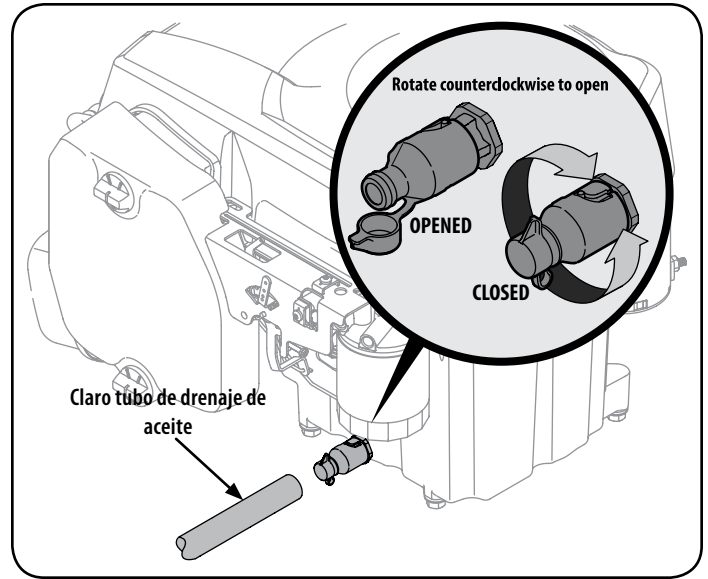
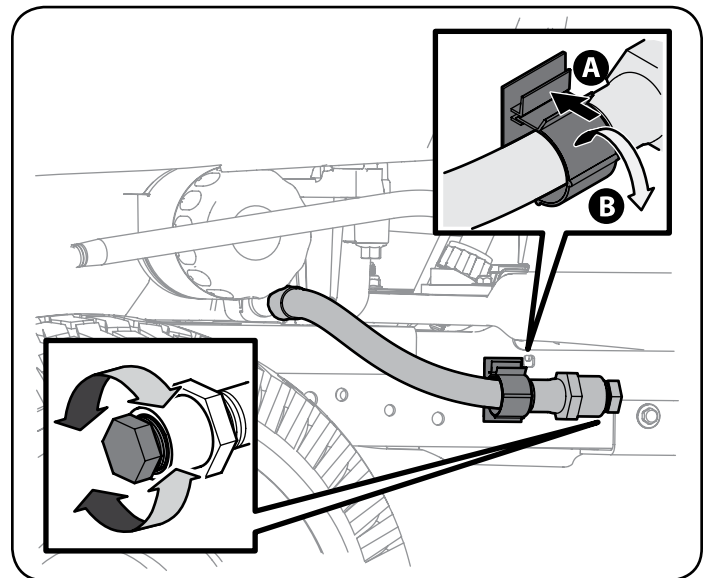

Figura 19
Figura 20
4. Su motor está equipado con un drenaje de aceite de giro y tracción (véase la Figura 19 y vaya al paso 5.) o un tapón de la manguera de drenaje de aceite extraíble (véase la Figura 20 y vaya al paso 6.) Siga el caso instrucciones para su tractor.
5. Torcer-y-tirar de drenaje de aceite (consulte la Figura 19):
6. Tapón de la manguera de drenaje de aceite extraíble (Ver Figura 20):